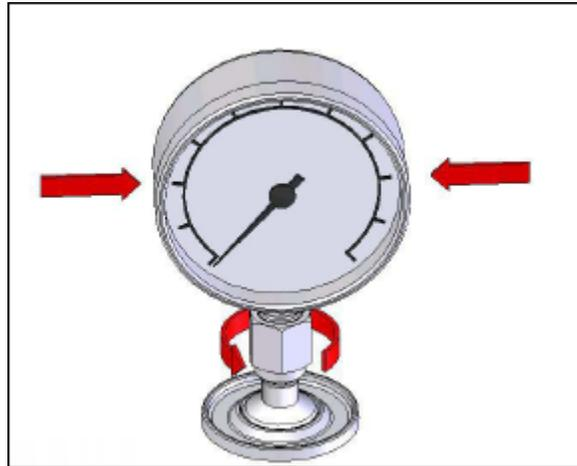

Figura 12. Apriete del medidor
4. Sujete el instrumento con firmeza, mientras gira el adaptador de medición en el -SENTIDO CONTRARIO A LAS AGUJAS DEL RELOJ hasta que encaje en la junta tórica, consulte la Figura 12.